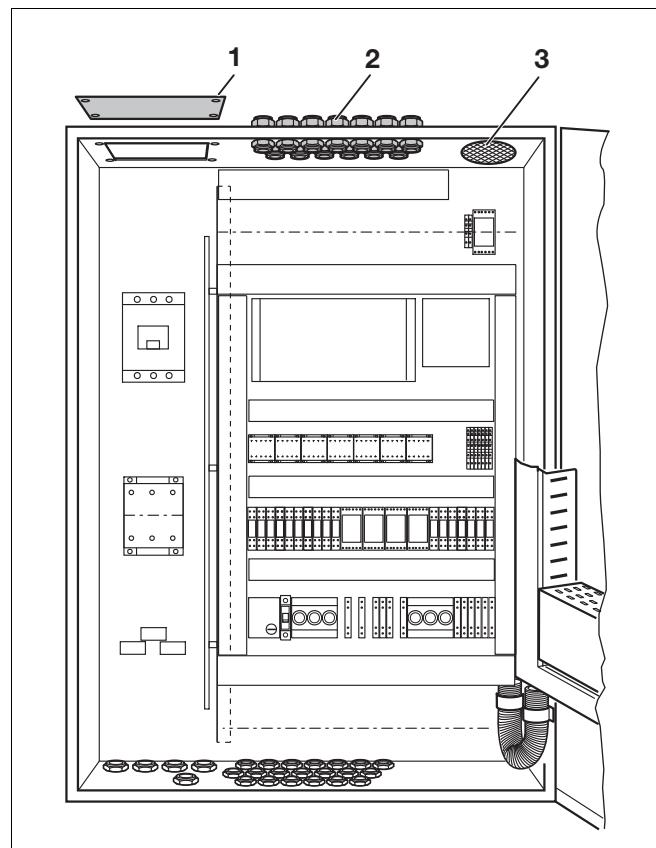

Рис. 12 Подвод кабеля к электрощиту модуля блок-ТЭС
- Снять крышку (рис. 12, **поз. 1**) и установить кабельный ввод заказчика для прокладки силового кабеля.
- Подвести присоединительные кабели через кабельные вводы в верхней части модуля (рис. 12, **поз. 2**).
#### Экспликация к рис. 12